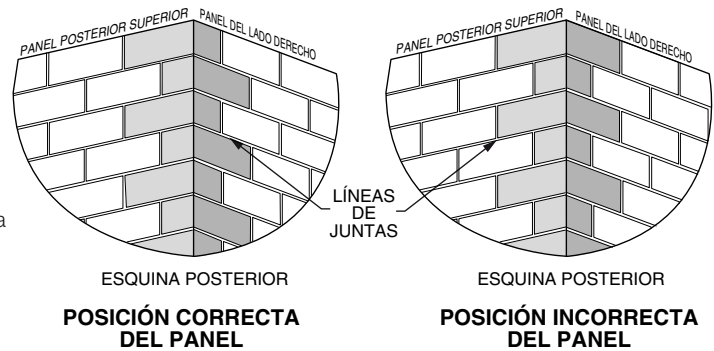

Ilustración 4
- 2) Alinee las líneas de juntas de los paneles laterales con las líneas de junta del panel posterior de pared. Recorte los paneles laterales si es necesario para que quepan dentro del área del hueco. **(Ilustración 4)**